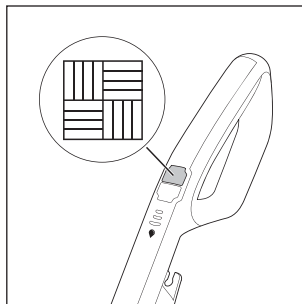

Abb. 13
- ♦ Um das Gerät einzuschalten, drücken Sie den Schalter Hartfußboden  **14** (siehe Abb. 13). Die LED des Schalters Hartfußboden  **14** leuchtet blau.
- ♦ Drücken Sie zum Ausschalten des Gerätes erneut den Schalter Hartfußboden  **14** (siehe Abb. 13).